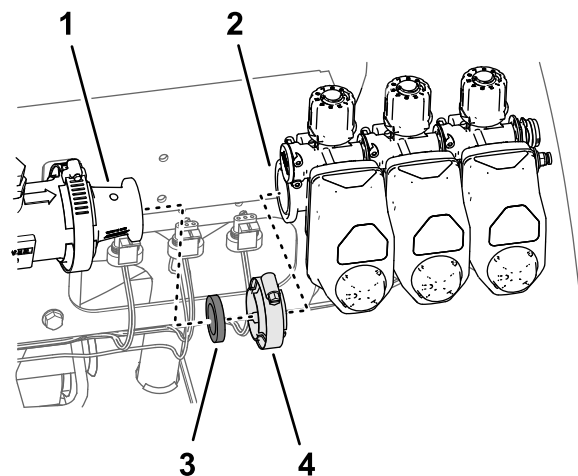

Figura 69
4. Remova as três válvulas de secção da máquina (Figura 69).